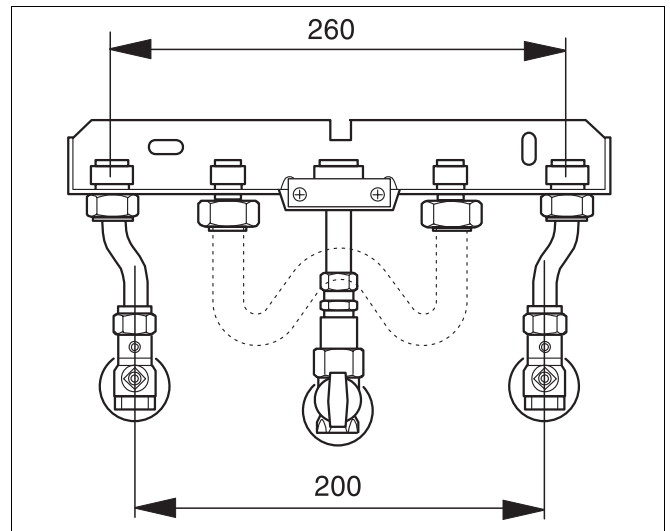

Abb. 15 Montage des Adaptersets
- Dichtungen einlegen und Überwurfmutter mit den Nippeln der Anschlußplatte verschrauben Abb. 15.